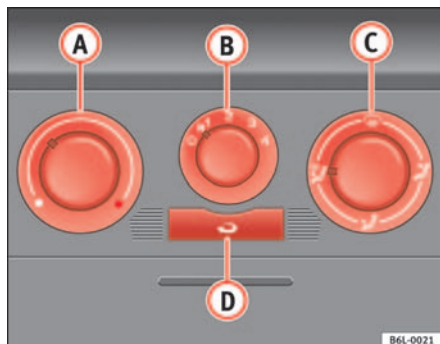

Fig. 84 Mandos de la calefacción en el tablero de instrumentos
- Gire el regulador de temperatura ⇒ fig. 84 **A** hacia la izquierda.
- Gire el regulador de la temperatura ⇒ fig. 84 **A** hacia la derecha hasta alcanzar el grado de calefacción deseado.
- Gire el regulador de la temperatura ⇒ fig. 84 **A** hacia la derecha hasta el nivel máximo de calefacción.
- Gire el regulador de temperatura ⇒ fig. 84 **A** hacia la zona de calefacción.